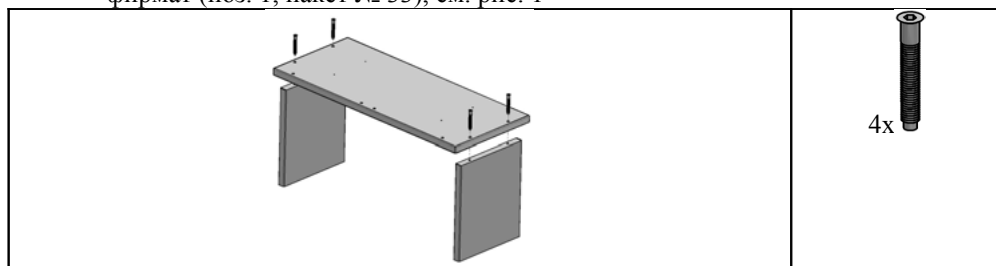

Рис. 1
2.1.1. К полке (поз. 1) прикрутить стенку боковую (поз. 3), при помощи винта конфирмат (поз. 1, пакет № 33), см. рис. 1